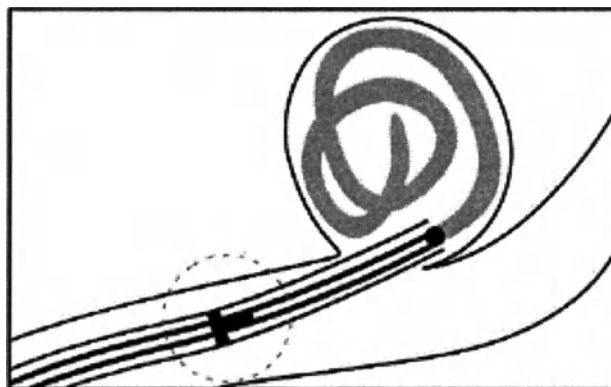

Рис.3.2
11. Продолжайте продвижение спирали на системе доставки до тех пор, пока не будет достигнуто положение рентгеноконтрастных маркеров в виде буквы «Т» - проксимальный конец спирали (имплантата) достиг кончика микрокатетера. Затяните вращающийся гемостатический клапан для предотвращения дальнейшего движения частей (см.рис.3.2).